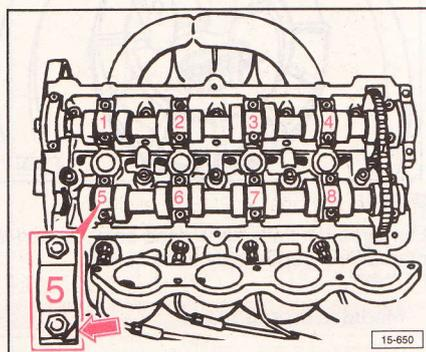

Fig. 4.43
Desmontar primeramente los sombreretes de cojinete 5 y 7 y el último (Fig. 4.43).
Aflojar alternadamente en cruz los sombreretes de cojinete 6 y 8 (Fig. 4.43).
Desmontar primeramente los sombreretes de cojinete 1 y 3, así como el primero y el último (Fig. 4.43).
Aflojar alternadamente en cruz los sombreretes de cojinete 2 y 4 (Fig. 4.43).
- Al montar los sombreretes de cojinete se deberá tener en cuenta que las escotaduras del sombrerete señalen hacia el lado de admisión de la culata (flecha Fig. 4.43).
Apretar alternadamente en cruz los sombreretes de cojinete 6 y 8 a 1,5 daN·m (Fig. 4.43).
Apretar alternadamente en cruz los sombreretes de cojinete 2 y 4 a 1,5 daN·m (Fig. 4.43).